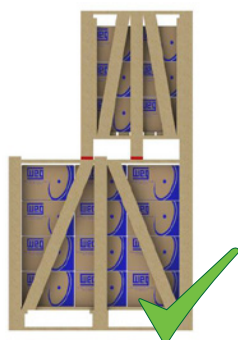
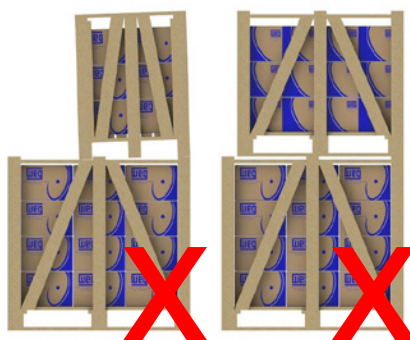

Figura 27 - Apilamiento adecuado.
Figura 28 - Apilamiento inadecuado.
- 3) Las patas de los embalajes superiores deben estar apoyadas sobre calces de madera (Figura 27) no sobre cintas de acero ni pueden permanecer sin apoyo (Figura 28)